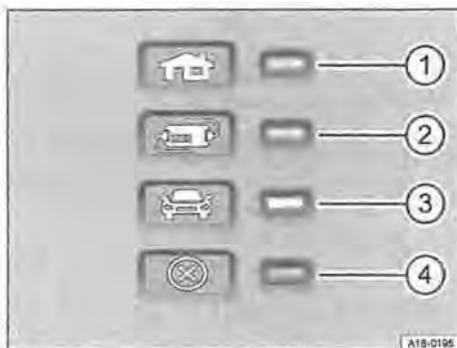

Fig. 117 Spie integrate nel dispositivo di protezione del cavo di ricarica
Con il dispositivo di protezione elettronico → fig. 117 il connettore di ricarica rimane senza corrente finché non viene inserito nella presa del veicolo.
Una o più spie → fig. 117 ①, ② o ③ si accendono in verde.
Spia → fig. 117	Significato
① Acceso	Cavo di ricarica collegato alla corrente di rete.
①, ② accese, ③ lampeggia	La batteria ad alto voltaggio viene ricaricata.
①, ② e ③ accese	Ricarica terminata. La batteria ad alto voltaggio è stata ricaricata.
**11** I cavi di ricarica forniti in dotazione al di fuori della Norvegia, spesso non possono essere utilizzati in Norvegia per ricaricare da una presa di corrente di rete. La spia → fig. 117 ① non ha alcuna indicazione a causa del diverso sistema di alimentazione.
①, ④ lampeggiano	Eccessivo surriscaldamento della spina domestica.
②, ④ lampeggiano	Eccessivo surriscaldamento del dispositivo di protezione.
Se si ricarica con una corrente più bassa, oltre all'indicatore di funzionamento aggiornato, prende a lampeggiare anche la spia → fig. 117 ④ in rosso.
- Se la corrente di ricarica viene disinserita o ridotta di nuovo senza calore esterno evidente, determinare quale spia verde lampeggia → fig. 117. Contattare un partner Volkswagen per controllare il cavo di ricarica. Contattare un'azienda specializzata in impianti elettrici per verificare il collegamento dell'infrastruttura.
Se la spia → fig. 117 ④ lampeggia in rosso o è accesa senza che una spia → fig. 117 ①, ② o ③ dell'indicatore di funzionamento sia accesa in modo fisso, significa che è presente un'anomalia.